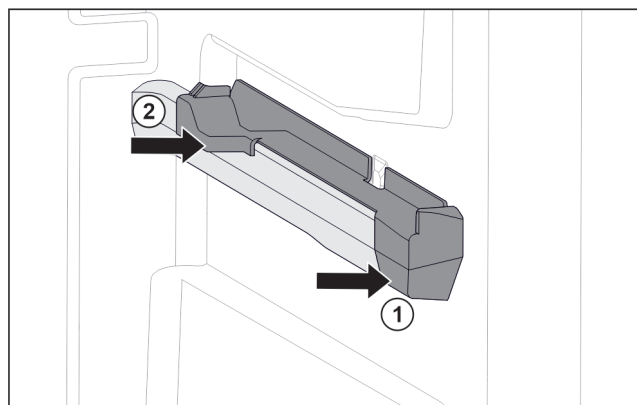

Fig. 127 Nasazovací díl na pravém žebrování na nádoby
- ▶ Nasadte nasazovací díl na žebrování na nádoby. Fig. 127 (1)
- ▶ Přitlačte nasazovací díl k zadní části. Fig. 127 (2)